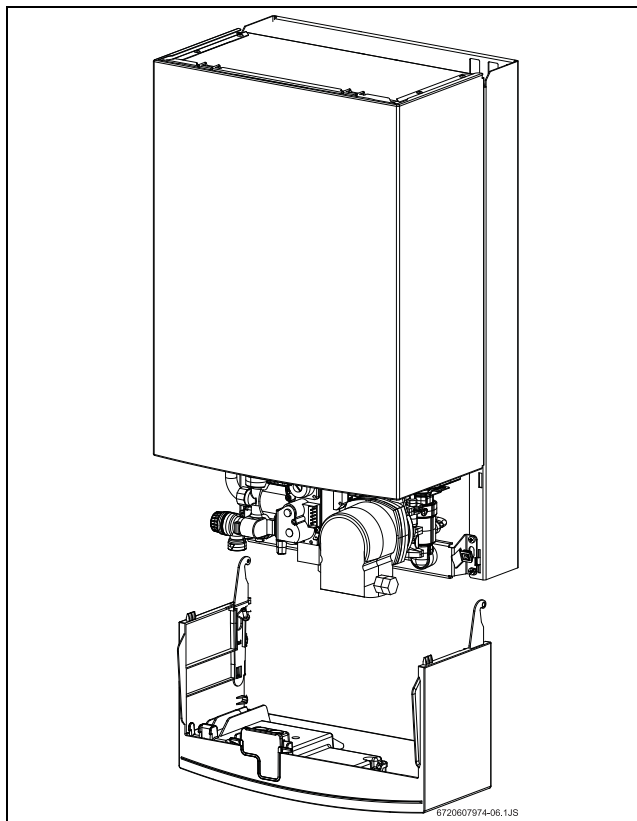

Fig. 9 Smontaggio del quadro comandi.
- Per smontare completamente il quadro comandi dalla posizione di manutenzione, sollevarlo e tirarlo delicatamente verso il basso (vedere Fig. 9).